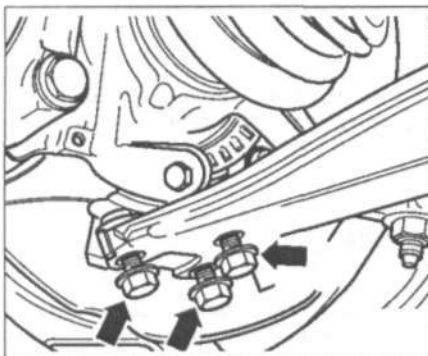

Рис. 9.15. Открутите болты (стрелки).
10. Открутите болты (стрелки) (рис. 9.15).